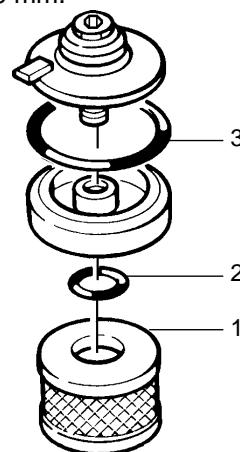

Fig. V-5
**Note** The filter element (figure V-5, item 1) must be replaced whenever the fluid is changed.
**Nota** Il filtro (fig. V-5 pos. 1) deve essere sostituito ad ogni cambio dell'olio.
**Remarque** Remplacer et nettoyer le filtre (figure V-5, position 1) à chaque vidange.
El filtro (Fig. V-5 pos. 1) se debe sustituir cada vez que se efectúe el cambio de aceite.
**Anmerkung** Bei jedem Ölwechsel muß auch das Filterelement (Pos.1, Bild V-5) ausgetauscht werden.
- 2.1.2 Pull filter element (figure V-5, item 1) off.
- 2.1.3 Check O-rings (figure V-5, item 2 and 3) for damage, replace if necessary.
- 2.1.2 Staccare il filtro dal coperchio (fig. V-5, pos 1).
- 2.1.3 Controllare gli anelli OR (fig. V-5, pos.2 e 3) e sostituirli se necessario.
- 2.1.2 Retirer l'élément filtrant (fig. V-5, position 1) du couvercle.
- 2.1.3 Vérifier l'état des joints toriques (fig. V-5, position 2 et 3), les remplacer si nécessaire.
- 2.1.2 Separar el filtro de la tapa (Fig. V-5, pos 1).
- 2.1.3 Controlar los anillos OR (Fig. V-5, pos. 2 y 3) y sustituirlos si es necesario.
- 2.1.2 Filterelement (Pos. 1, Bild V-5) abziehen.
- 2.1.3 O-Ringe (Pos. 2 und 3, Bild V-5) auf Beschädigung überprüfen, gegebenenfalls erneuern.